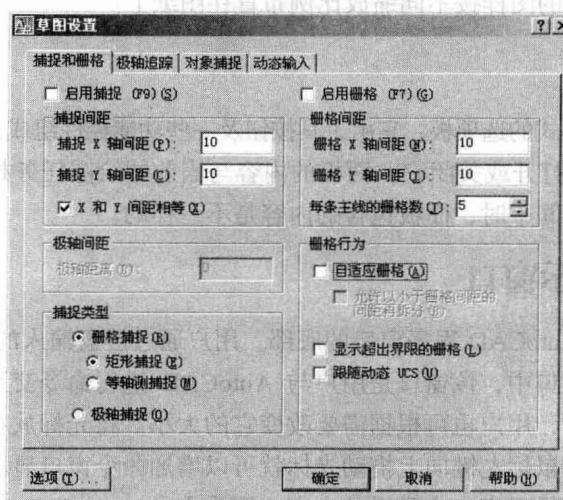

图 1-5 “草图设置”对话框
- **捕捉**：单击此按钮可以控制是否使用捕捉功能。当打开这种模式时，光标只能沿  $x$  轴或  $y$  轴移动，每次位移的距离可在“草图设置”对话框中设定。鼠标右键单击**捕捉**按钮，弹出快捷菜单，选取“设置”选项，打开“草图设置”对话框，如图 1-5 所示。在该对话框的“捕捉和栅格”选项卡的“捕捉间距”分组框中可以设置光标位移的距离。
- **栅格**：通过此按钮可打开或关闭栅格显示。当显示栅格时，屏幕上的某个矩形区域内将出现一系列排列规则的小点，这些点的作用类似于手工作图时的方格纸，将有助于绘图定位。栅格沿  $x$  轴、 $y$  轴的间距在“草图设置”对话框中“捕捉和栅格”选项卡的“栅格间距”分组框中设置，如图 1-5 所示。